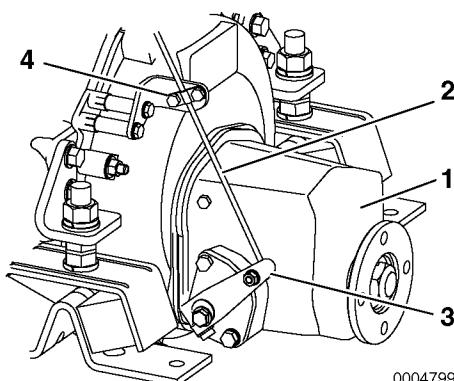

Figure 5
1. Vérifiez que le levier de commande (Figure 5, (3)) se déplace vers la position correcte lorsque vous déplacez la poignée de la commande à distance du câble sur NEUTRE, AVANT et ARRIÈRE.
2. Utilisez la position NEUTRE comme norme pour le réglage. Lorsqu'il y a un écart, desserrez le support (**Figure 5, (4)**) du câble de la commande à distance sur le côté le l'embrayage et réglez.